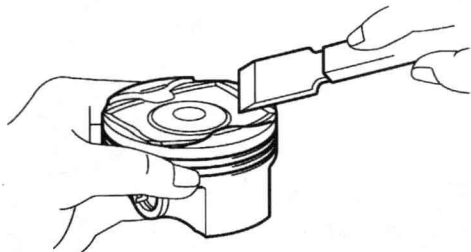

图 1-13 清除活塞头部的积炭
- 1) 如图 1-13 所示, 使用垫片铲刀, 从活塞顶面清除所有积炭。